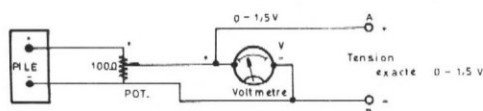

Figure 2
On utilisera, par exemple le montage de la figure 2 qui se compose d'une pile de $1,5 \text{ V}$ aux bornes de laquelle on a branché un potentiomètre de 100Ω (ou toute valeur voisine). Ce potentiomètre consommera un courant relativement faible :
6) Brancher les points A et B du montage de la figure 2, aux points d'entrée + et — respectivement, après avoir, préalablement supprimé le court-circuit.